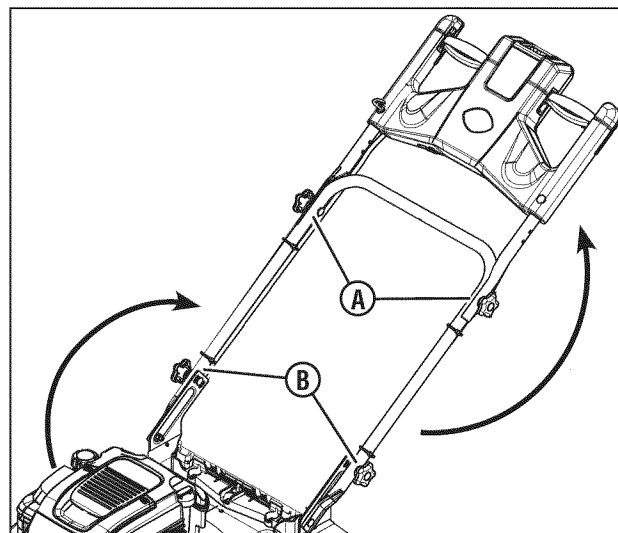

Figura 2: Levante el conjunto de la manilla
1. Afloje, pero no quite, los nudos (A, Figura 2) de ambos lados de la manilla superior.
3. Quite la perilla del manilla, las arandelas y los pernos de transporte del manilla inferior (B).